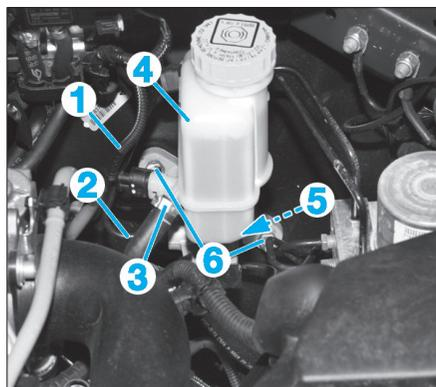

Fig. 14
- Débrancher le connecteur électrique (1) (Fig.14).
- Déposer la durit d'alimentation du cylindre émetteur d'embrayage (2).
- Déposer les raccords de canalisation (3) de frein du maître-cylindre.